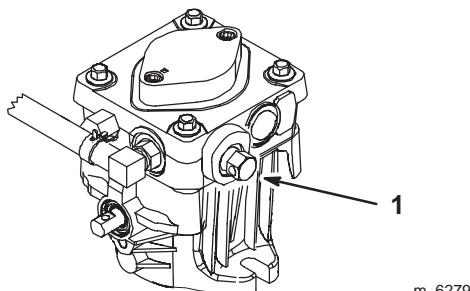

Figure 22
2. Tournez les vannes de dérivation d'un tour dans le sens anti-horaire pour pousser la machine. Cela permet au liquide hydraulique de contourner la pompe et aux roues de tourner (Fig. 22).
1. Tournez les vannes de dérivation d'un tour dans le sens horaire pour utiliser la machine (Fig. 22).